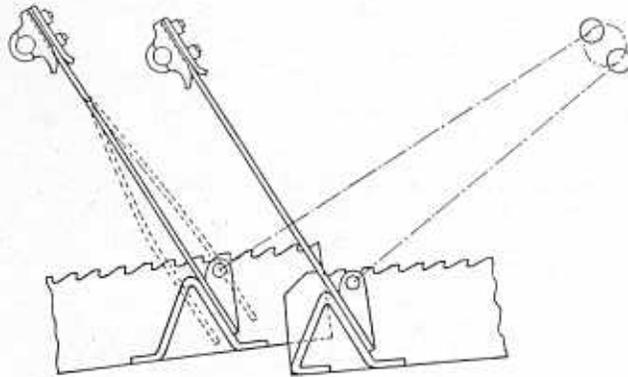
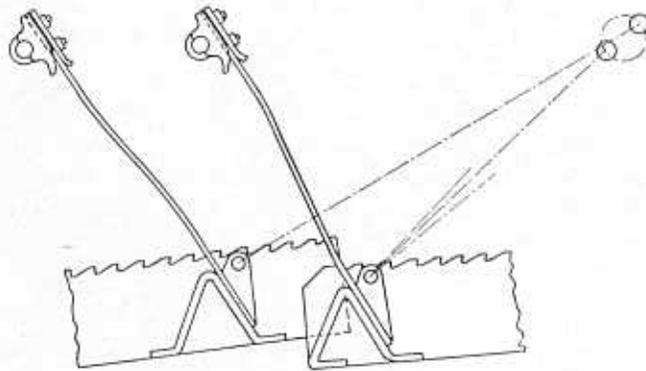

Abb. 10
Abb. 11
1. Zurzeit werden aus Blech gepreßte Federhalter auf die Lenkerwelle aufgeschweißt. Wenn noch Federhalter Nr. S 30056 und S 30211 aus Guß anmontiert sind, dann müssen in der **Mittelstellung** der beiden Siebe sämtliche Federn eine gerade Linie (siehe Abb. 10) bilden.
Beim Festklemmen der Haltebolzen S 30198 und der Gummiblocks muß darauf geachtet werden, daß die Kurbelwelle mit ihren Hüben in der Ebene der hölzernen Schubstange steht (siehe Abb. 11 auf Seite 13 im Gegensatz zu Abb. 10). Bei Stellung der Kurbelwelle wie in Abb. 11 schwingt der Gummiblock bei der Arbeit nach beiden Seiten gleichmäßig aus.